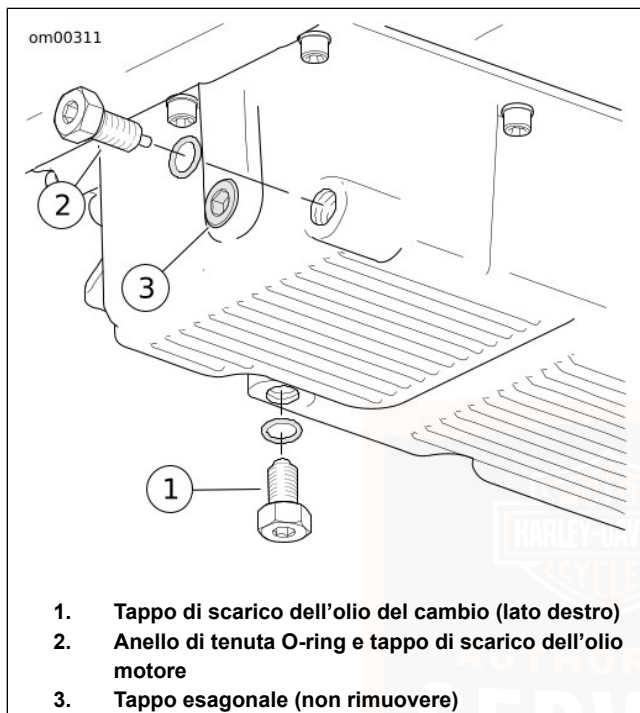

Figura 54. Coppa dell'olio
2. Vedere Figura 54. Rimuovere il tappo di scarico dell'olio del cambio e scaricare l'olio in un apposito recipiente.